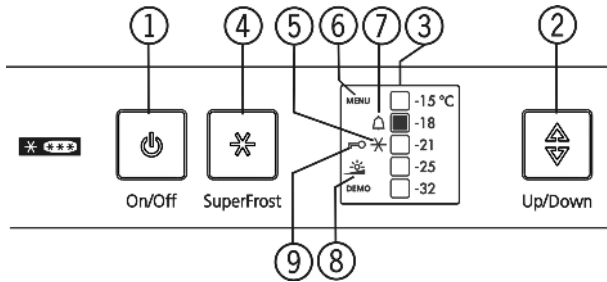

Fig. 3
- Символ SuperFrost Fig. 3 (5) блимає разом з індикатором температури.